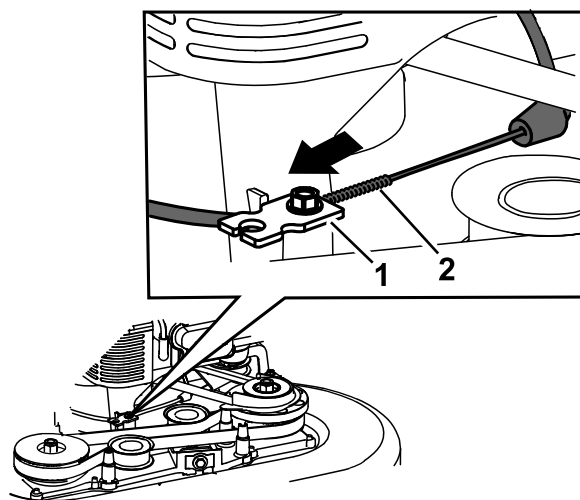

Figura 43
6. Tire de la cubierta del cable para eliminar la holgura (Figura 43).